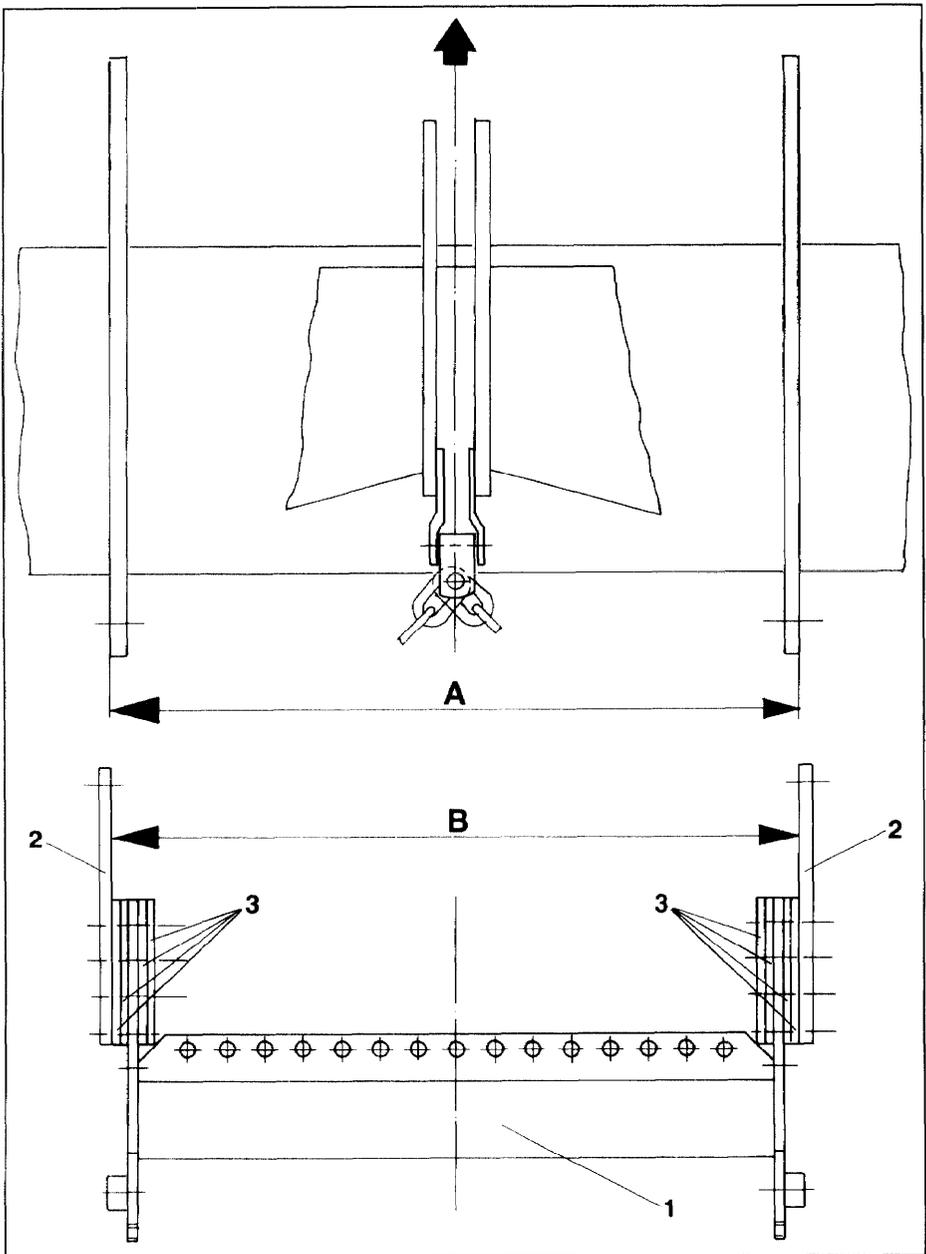

Fig. 17
Pour pouvoir monter le cadre d'attelage (fig. 17/1), il est indispensable de déterminer au préalable les cotes "B" et "C" (voir figures 17 et 18).
**Calcul de la cote "B"** (voir fig. 17) :
Mesurer la cote "A" (fig. 17) séparant les points d'attelage inférieur de votre outil de préparation de sol.
- De chaque côté du cadre d'attelage, monter avec au moins deux vis 6 pans le cadre d'attelage (fig. 17/1), les bras de liaison (fig.17/2) et les entretoises (fig. 17/3).
Régler la cote "B" en permutant les entretoises (fig. 17/3).
En règle générale, la cote "C" ne peut pas être réglée avec précision. Ceci est conditionné par les trous percés dans le cadre d'attelage (fig. 17/1) et les bras de liaison (fig. 17/2) qui ne permettent de régler les longueurs que par fractions de 50 mm.